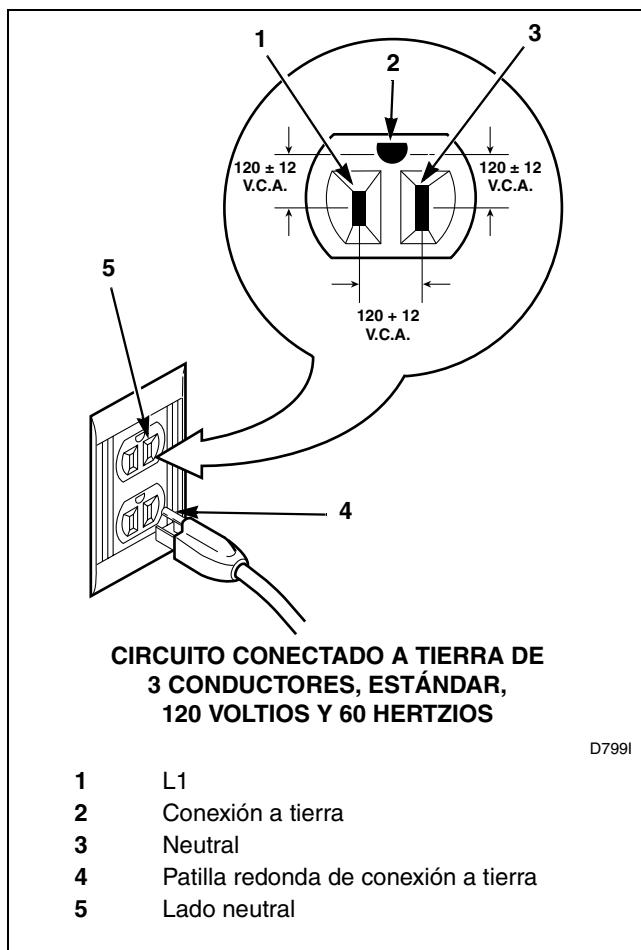

Figura 22
- La secadora está diseñada para ser conectada en una ramal independiente, polarizada, de tres conductores, conectada a tierra, de 120 Voltios, 60 Herzios, circuito de corriente alterna (CA), protegido por un **fusible de 15 Amperios**, Fusetrón (fusible de acción lenta) o interruptor de circuito.
- La clavija de conexión a tierra de tres patillas en el cable de corriente debe ser conectada directamente en un tomacorriente con conexión a tierra de tres ranuras de 120 Voltios de CA (corriente alterna) de 15 Amperios. Consulte la *Figura 22* para determinar la polaridad correcta del tomacorriente de la pared.